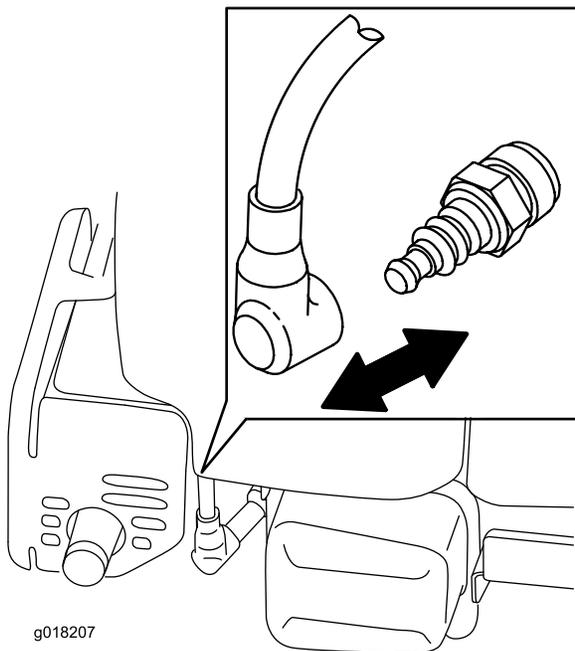

Bild 16
2. Ziehen Sie das Zündkabel von der Zündkerze ab, bevor Sie Wartungsarbeiten ausführen (Bild 16).